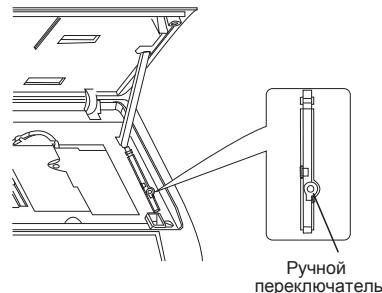

Рис. 5.5
5.5.1 В случае утери ПДУ или выхода его из строя кондиционер управляетя при помощи кнопки переключателя рис. 5.5.
- Для извлечения батареек, при замене, необходимо сдвинуть крышку пульта управления в направлении стрелки (см. рисунок 5.5) извлечь батареики и установить новые.